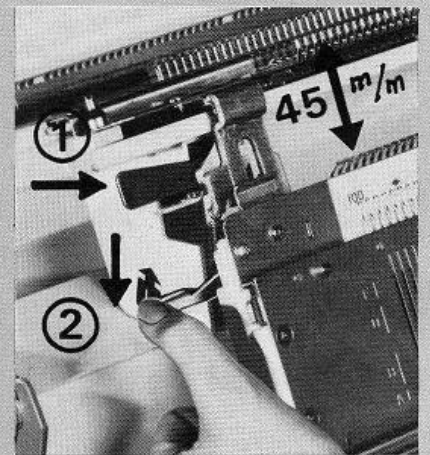

Fig. 12B
Position basse : pour non utilisation de la fonture avant (tricotage en simple fonture), abaisser la fonture de 45 m/m. Pour cela, appuyer à nouveau sur la clavette ② (fig. 12B). Mettre les cache-becs.